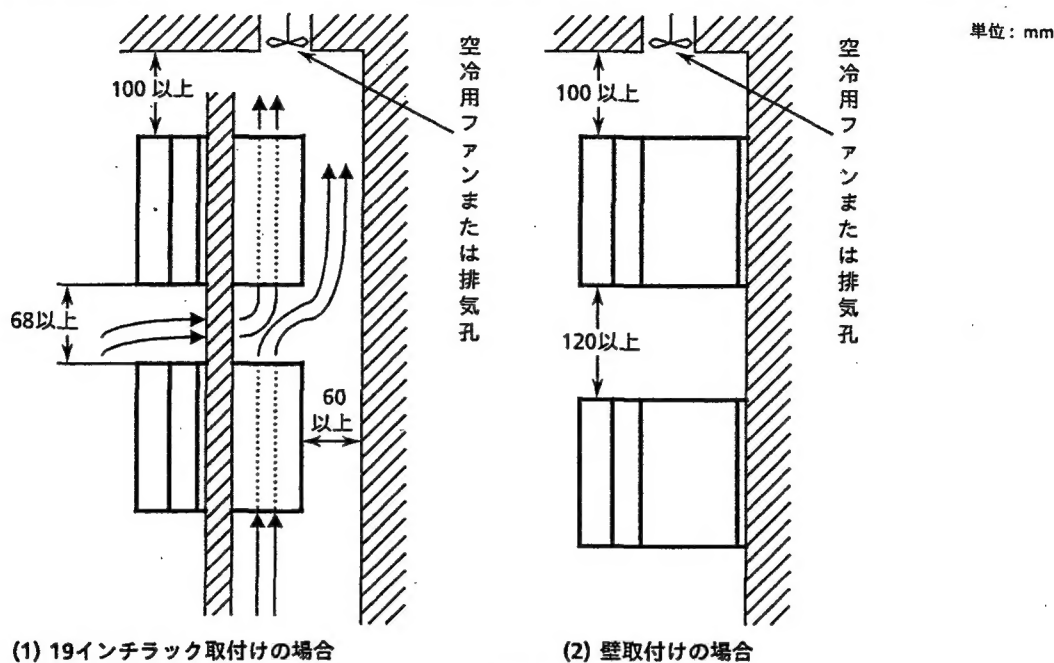

図6.1 ネストの設置方法
- (1) 放熱を考慮して上下にスペースを確保してください。
- (2) 前面および側面は、配線、配管および保守エリアとなりますので、十分なスペースを取ってください。
- (3) キャビネット(筐体)に収納する場合は、強制空冷を行って温度上昇を防いでください。
- (4) 発熱物の上には置かないでください。
- (5) ネストを上下方向に重ねて取付ける場合には、図6.1のように上下に空間を設けてください。
- (6) 縦形ネストRYVをCENTUM-XLキュービクルに実装する場合は横河電機の指示に従ってください。